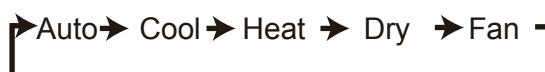

Figura 13
2. Pressione toda vez que quiser mudar o modo de operação, de acordo com a ordem mostrada na Figura 13;